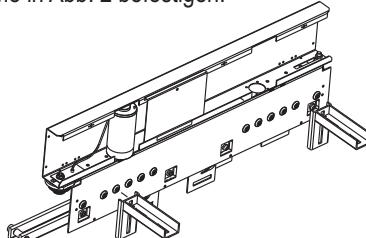

ABB. 2
1. Haltwinkel am Antrieb wie in Abb. 2 befestigen: